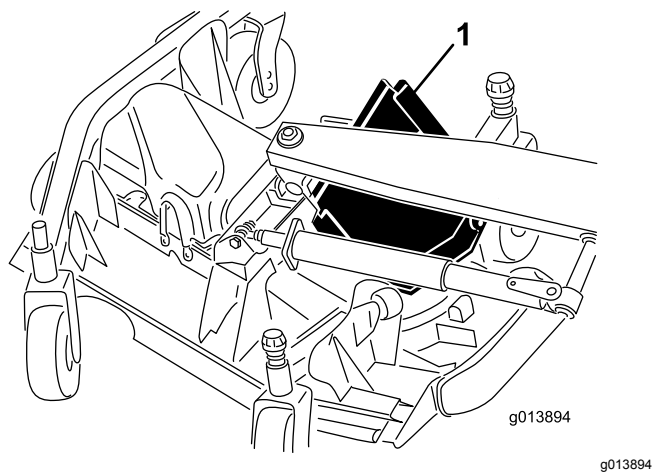

図 68
6. 前側エッジを持ち上げ、これを昇降アームとローラの間に移動する 図 68。